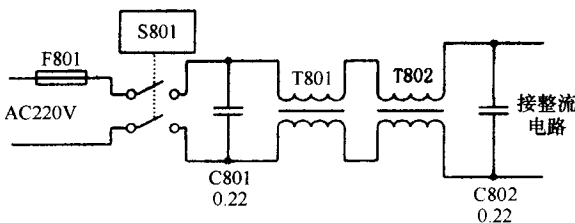

图 1-2 线路滤波器电路
(1)线路滤波器。线路滤波器由互感线圈 T801、T802,高频滤波电容 C801、C802 等元件构成,如图 1-2 所示。